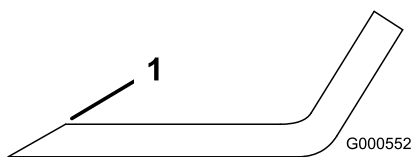

Figura 48
- Affilate i taglienti da entrambe le estremità della lama con una lima (Figura 48).
Nota: Se la lama non è bilanciata, limate del metallo soltanto dalla costa (Figura 48).